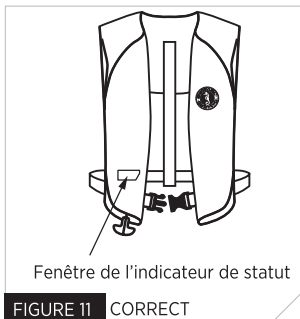

FIGURE 11 CORRECT
2. Assurez-vous que l'indicateur de statut du système de gonflage est visible par la fenêtre (Fig. 11).
3. Assurez-vous que la poignée de gonflage pend à l'extérieur du VFI replié. La figure 11 montre un VFI correctement replié.